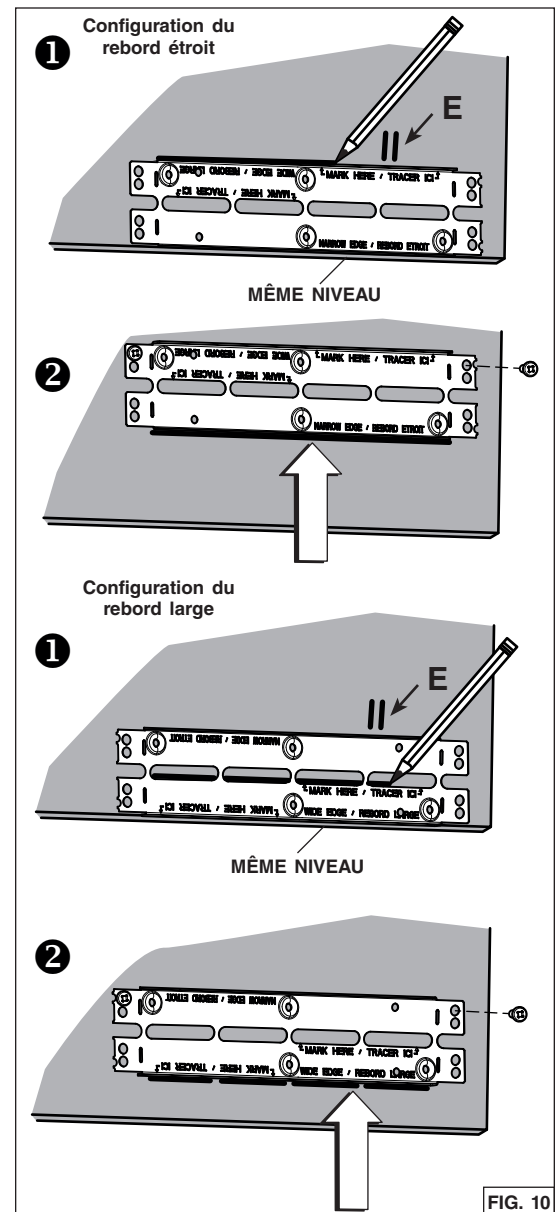

FIG. 10
5. Repérer les crochets *Ease of Install* sur l'appareil (distance donnée à partir du rebord avant, FIG. 9). Insérer temporairement l'appareil dans l'armoire et tout en retenant l'appareil, marquer sur les deux côtés de l'armoire l'emplacement des crochets *Ease of Install* (illustré en E dans la FIG. 10 en page suivante). Retirer l'appareil.
6. Installer les supports d'armoire comme suit (FIG. 10):
- ❶ Placer le support au même niveau que le bas du panneau droit de l'armoire, en centrant la marque de l'emplacement des crochets (**E**) entre les trous en relief inférieurs. Pour la configuration du rebord étroit, tracer une ligne sur le dessus du support. Pour la configuration du rebord large, tracer une ligne à la base des fentes centrales.
- ❷ Monter le support au même niveau que la ligne tracée. Fixer le support au panneau de côté de l'armoire à l'aide de 2 vis à bois n° 8 x 5/8 po (incluses dans le sac de pièces) dans les trous supérieurs.